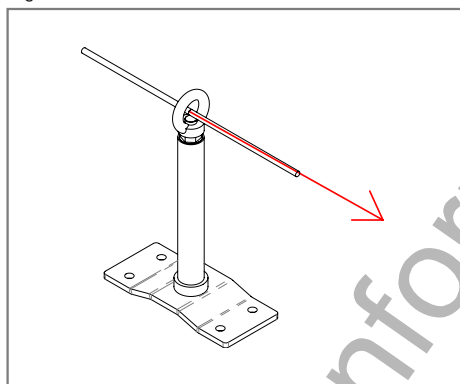

Figura 3
- Posizionare eventuali punti intermedi o curva e inserirvi il cavo di acciaio [Figura 3].